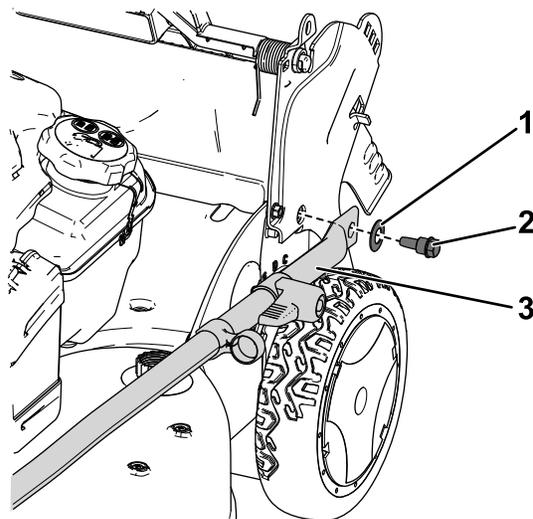

Figura 3
2. Montate le estremità della stegola sulla scocca della macchina con 2 rondelle e 2 bulloni di fissaggio (Figura 3), ma senza serrare i bulloni.
Importante: Disponete i cavi all'esterno dalla stegola (Figura 3).